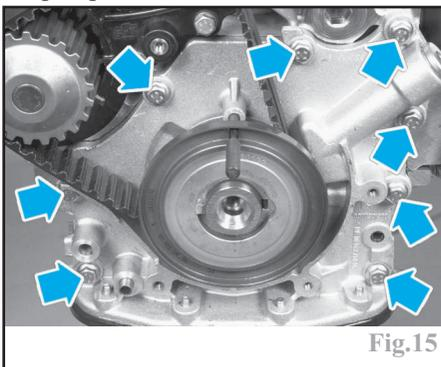

Fig.15
- les huit vis de la pompe à huile en bout de vilebrequin (Fig.15).